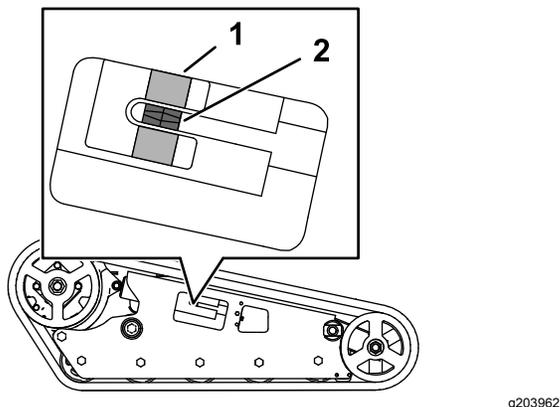

**Figura 59**
3. Togliete il bullone di bloccaggio e il dado (Figura 59).
5. Allineate l'intaglio più vicino della vite di tensione al foro del bullone di bloccaggio e fissate la vite con il bullone di bloccaggio e il dado (Figura 59).
4. Togliere il bullone di bloccaggio e il dado (Figura 59).
5. Utilizzando un cricchetto di trasmissione da 1/2", rilasciate la tensione di trasmissione ruotando la vite di tensione in senso orario (Figura 59 e Figura 60).
5. Utilizzando un cricchetto di trasmissione da ½", rilasciate la tensione di trasmissione ruotando la vite di tensione in senso orario (Figura 59 e Figura 60).